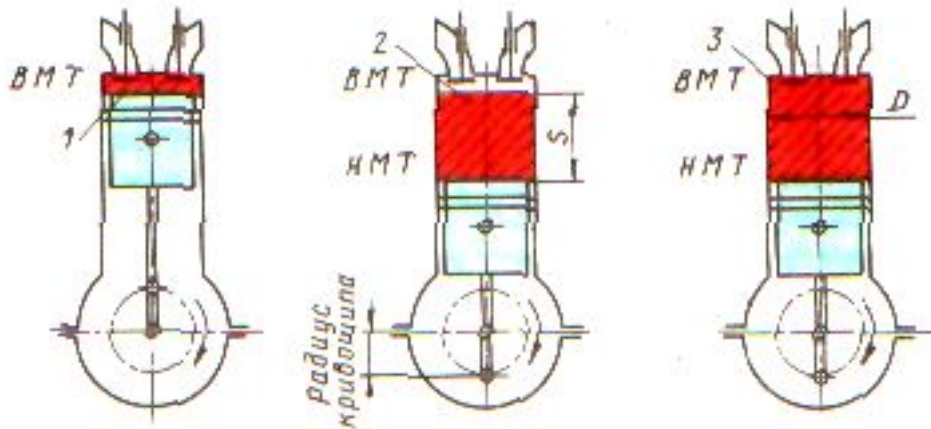

Рис. 7
*Верхняя мертвая точка (ВМТ)* — крайнее верхнее положение поршня (рис. 7).
Объем камеры сгорания — объем пространства над поршнем при его положении в ВМТ (рис. 7).